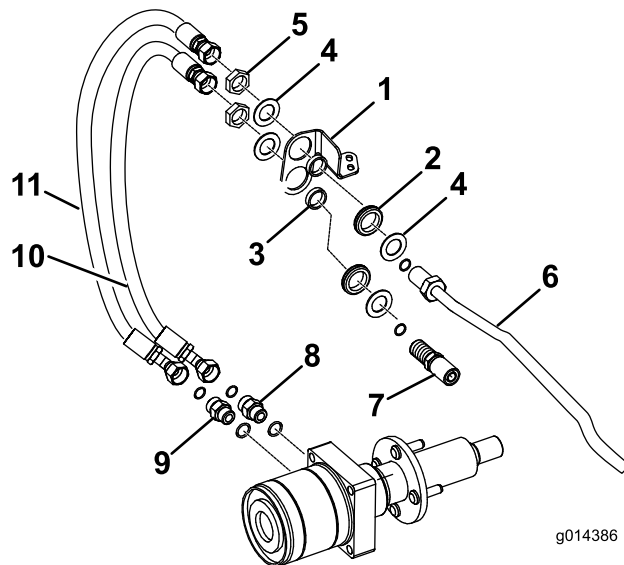
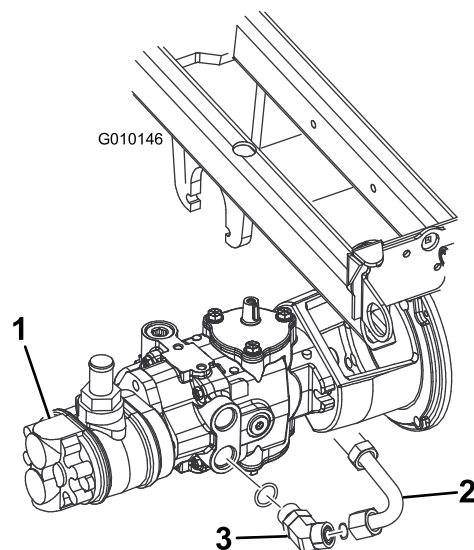

図 6
図 9
8. 図 6 に示すように、バルクヘッド・ブラケットにハトメとスペーサを取り付ける。
9. バルクヘッド・ブラケットを油圧ハード・ラインに組み付ける；キットに入っているナットとワッシャを使い、図 6 のように組み付ける。
- ポンプ・ホース・アセンブリを取り付ける；45度フィッティングのついている方をポンプのフィッティングに取り付け、バルクヘッド・ブラケットの下側の穴にワッシャとナットで取り付ける（図 6 と 図 9）。
- 長い方のホースを、ポンプ・ホース・アセンブリ（下側のバルクヘッド）とホイール・モータの上側のフィッティングに接続する（図 6）。